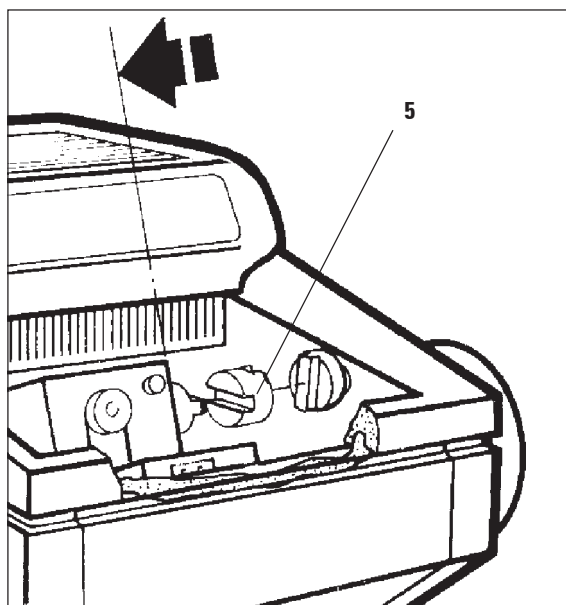

Fig. 26
- Påfør en dråpe olje på plastkoblingen (**5**, fig. 26).